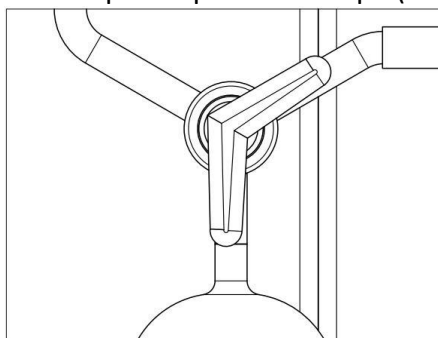

Рисунок 12 – Кран газометра закрыт
- 4) зафиксировать воронку винтами и закрыть кран газометра (см. рисунок 12).